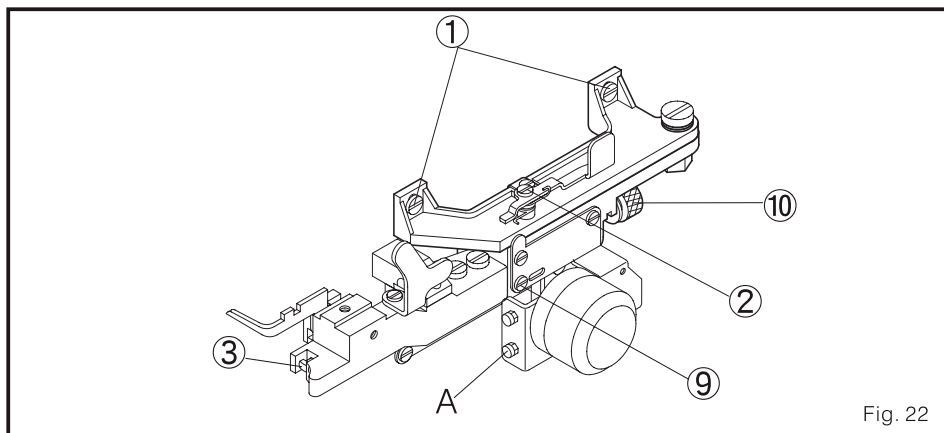
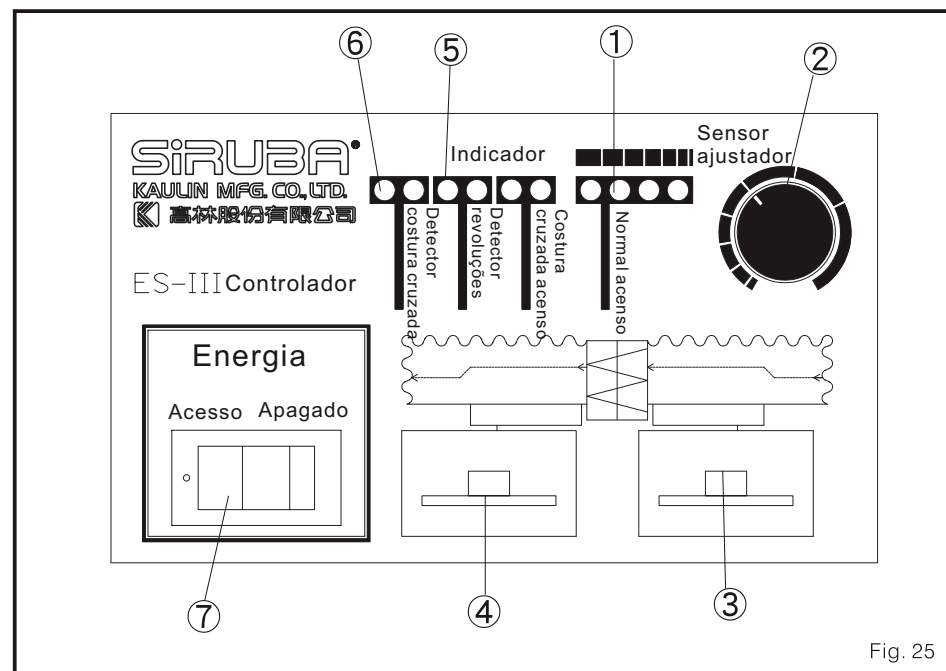

Fig. 22
Fig. 25
2. Descrição de cada função do sistema de controle (Fig. 25)
- ① Sensor indicativo - Registra o processo.
- ② Sensor de ajuste - Ajusta o grau de sensibilidade.
- ③ O contador dianteiro - Assegura que quando a costura cruzada entra em contato o indicador de descoberta de costura cruzada que foi apertado, toda vez a lâmina agulha se orienta ao lugar correto do direito.
- ④ depois ou atrás - Assegura que quando a costura cruzada entra em contato o indicador de descoberta de costura cruzada que foi apertado, toda vez a agulha de lâmina agulha você para o lugar correto da esquerda.
- ⑤ descobrindo de revoluções - Quando o magnetismo do fã esta frente o sincronizador. A luz acenderá.
- ⑥ descobrindo da costura cruzada: Quando o sincronizador registra a costura cruzada. A luz acenderá.
- ⑦ Interruptor: Controla a ignição e fora.
3. Processo para colocar o sincronizador (Fig. 22, Fig. 25)
4. Ajuste do ponto e teste de costura (Fig. 22)